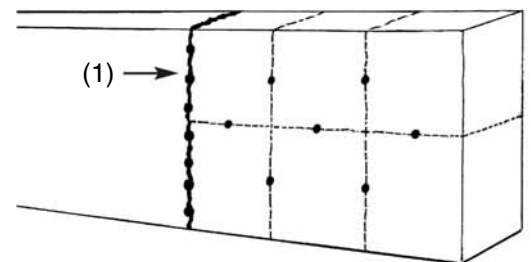

Fig. 8.3
La fig. 8.3 describe una situación de este tipo. En este caso, la rotura límite vertical (1) se realizó primero. Los taladros están relativamente cerca (30 cm. aproximadamente) para asegurar que la rotura sea lo más recta posible. Dependiendo del tamaño de la estructura y de la longitud de la rotura límite, se aconseja el uso de varios cilindros quebrantadores para obtener una rotura precisa (para el procedimiento correcto ver 5.3 y 5.4).